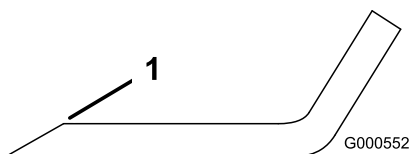

Figure 49
1. Au moyen d'une lime, aiguissez les tranchants à chaque bout de la lame (Figure 49).
Remarque: Si la lame est déséquilibrée, limez un peu l'extrémité de l'ailette seulement (Figure 49).